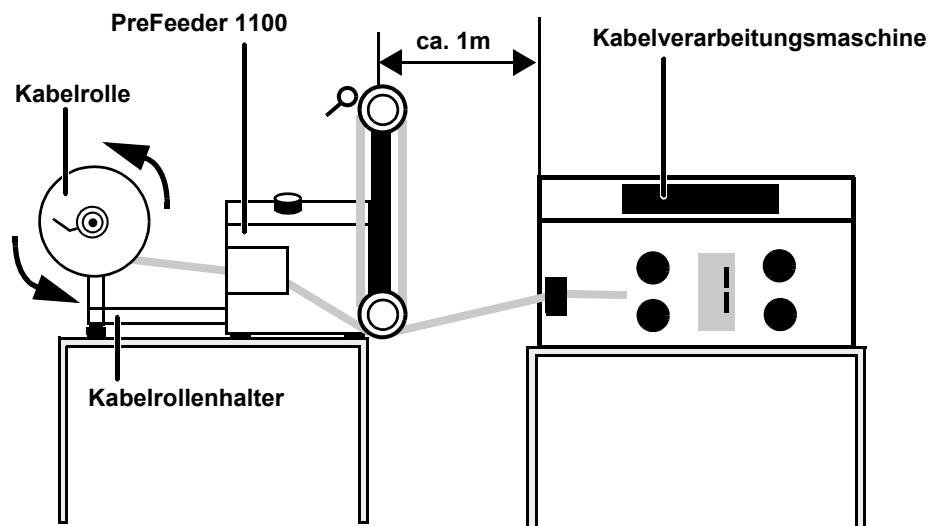

Bild 13: *PreFeeder 1100* im Kabelrollenbetrieb
- Stellen Sie den *PreFeeder 1100* im Abstand von ca. 1m neben die Kabelverarbeitungsmaschine, wie in Bild 13 gezeigt.
- Stecken Sie eine Kabelrolle auf die Aufnahmewelle. Beachten Sie dabei, dass sich die Kabelrolle im Gegenuhrzeigersinn abrollen lässt, wie die Pfeile in Bild 13 zeigen.